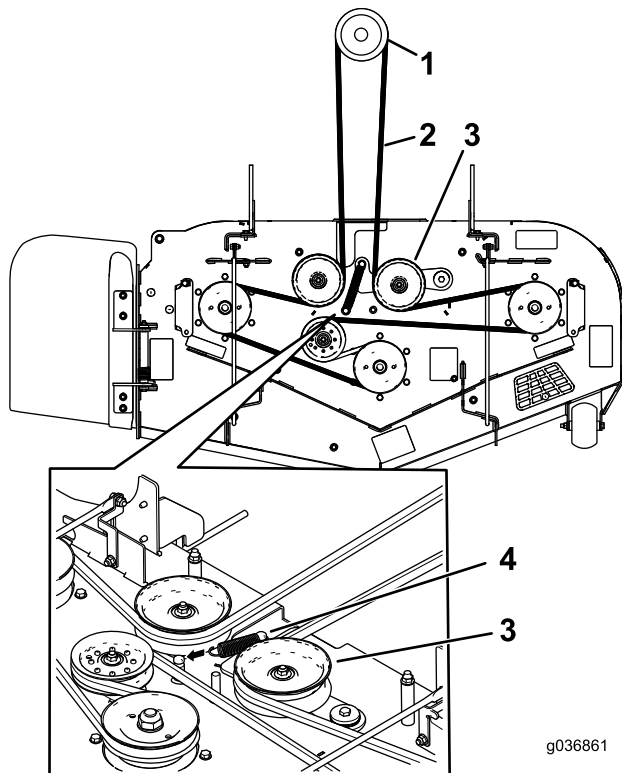

Figure 63
10. Acheminez la courroie neuve autour des poulies du plateau de coupe et de la poulie d'embrayage, sous le moteur (Figure 63).
11. Montez le ressort de la poulie de tension (Figure 63).